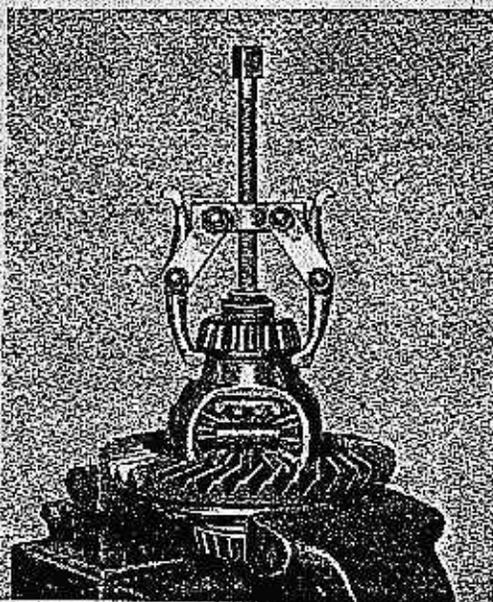

FIGURE 45. — Dépose des cônes de roulements du carter de différentiel avec l'outil spécial 41-P-2912
3) Sortir le cône de roulement à rouleaux du boîtier (fig. 45).